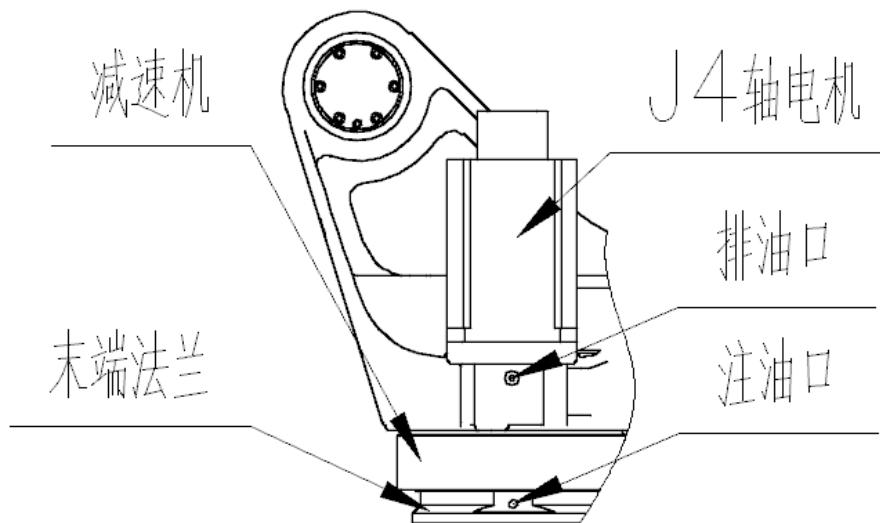

图 14 J4 轴局部结构
#### (1) 油脂补充步骤 (参考图 14)
- ④ 安装排油口堵塞前，运动 J4 轴若干分钟，使多余的油脂及空气从排油口排出；
- ⑤ 用布擦净从排油口排出的多余的油脂，在排油口安装堵塞。堵塞的螺纹处要缠生胶带，并用扳手拧紧。
## (2) 油脂更换步骤（参考图 14）